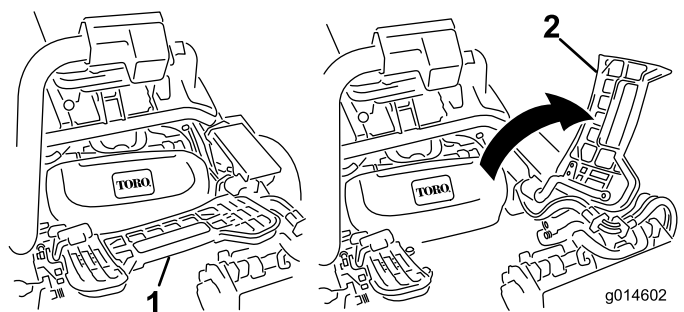

Рисунок 45
1. Поднимите и поверните вверх подножку, открывая доступ к центральному режущему блоку (**Рисунок 45**).